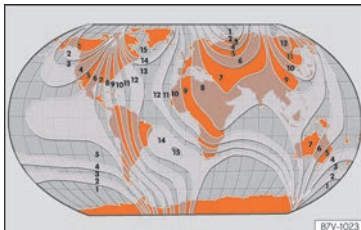

Fig. 121 Zone magnetiche.
- Selezionare la zona magnetica corrispondente alla situazione del veicolo » fig. 121.